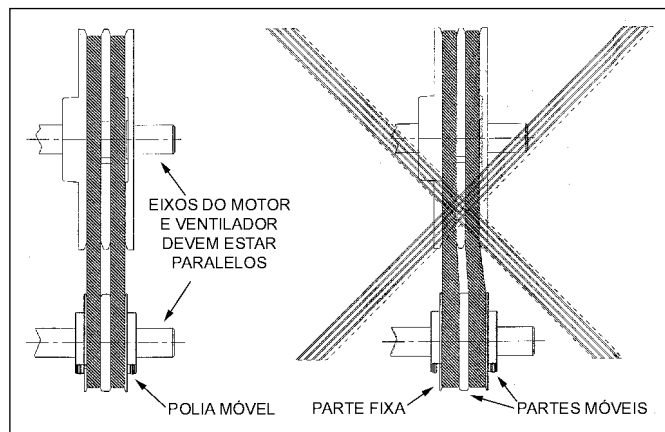

Figura 6 - Ajuste das polias
- 2º) Afrouxe o parafuso de fixação das partes móveis da polia do motor (veja Figura 6).
- 2º) Deslize-a ao longo do eixo, alinhando-a com a polia do motor. Verifique o paralelismo entre as polias. O centro das duas polias devem estar alinhados conforme mostrado na Figura 6.